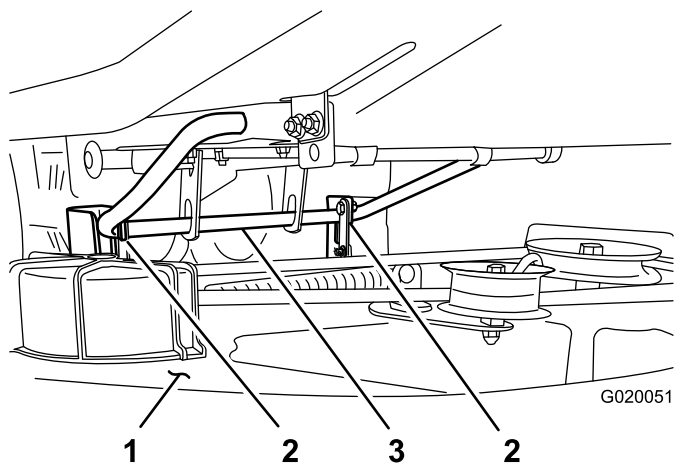
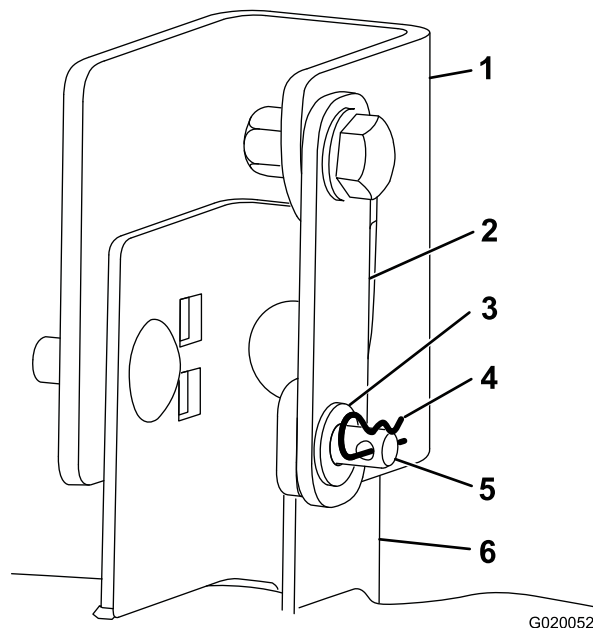

Figura 37
Figura 38
7. Retire la chaveta y la arandela del pasador de horquilla que pasa por la pletina de suspensión y el soporte de la carcasa en un lado de la carcasa de corte. Haga lo mismo en el otro lado (Figura 37 y Figura 38).
8. Eleve un poco la parte trasera de la carcasa para aliviar la presión sobre los pasadores de horquilla, y retírelos (Figura 37 y Figura 38).
9. Eleve la carcasa de corte y desenganche las pletinas de suspensión de la varilla de elevación trasera, y baje la parte trasera de la carcasa de corte con cuidado al suelo (Figura 37).
7. Eleve la parte trasera de la carcasa de corte y coloque las pletinas de suspensión sobre la varilla de elevación trasera (Figura 37).
8. Gire cada soporte de la carcasa hasta que el taladro del extremo suelto esté alineado con el taladro de la pletina de suspensión (Figura 38).
9. Instale el pasador de horquilla a través de los soportes en cada lado; luego, instale las arandelas y las chavetas en los pasadores de horquilla (Figura 38).